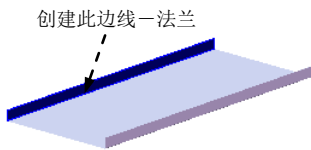

图 17.9.13 创建边线—法兰 2
Step3. 创建图 17.9.13 所示的边线—法兰 2, 详细操作过程参见 Step2。